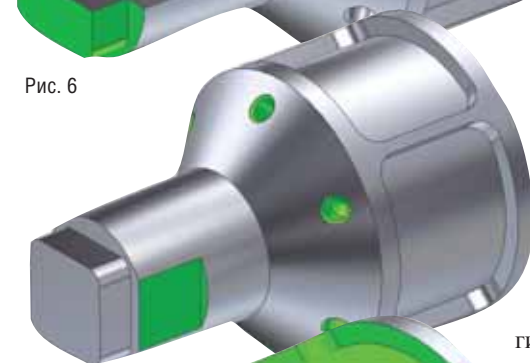

Рис. 7
- позиционное фрезерование и сверление (рис. 7);